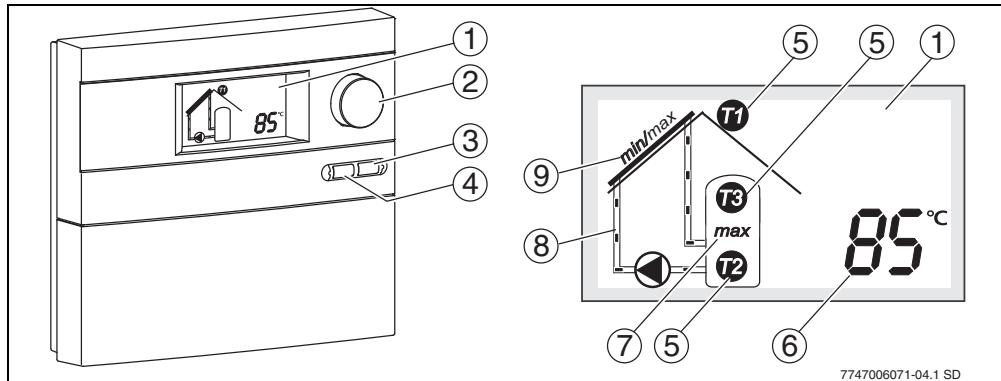

Fig. 10 Regolatore e display
Quando viene superata la differenza di temperatura impostata (necessaria all'avvio) e quindi rilevata dalle due sonde del sistema, il circolatore solare si attiva. Il display visualizza in maniera animata la circolazione nel circuito solare (→ fig. 10, pos. 8).
<p>Funzionamento manuale «on» Funzionamento manuale «on» permette di attivare il circolatore solare per max. 12 ore. Sul display vengono visualizzate alternativamente le indicazioni «on» e il valore selezionato. Il display visualizza in modo animato la circolazione, nel circuito solare, del liquido termovettore (→ fig. 10, pos. 8). Le impostazioni di sicurezza, come ad es. la temperatura massima nel collettore solare, restano attivate. Dopo un tempo massimo di 12 ore il regolatore passa al funzionamento automatico.</p> <p>Funzionamento manuale «off» Il circolatore solare viene disattivato e il liquido termovettore è fermo. Sul display vengono visualizzati alternativamente le indicazioni «off» e il valore selezionato.</p> <p>Funzionamento manuale «Auto» Se viene superato il differenziale di temperatura di avviamento tra le due sonde di temperatura collegate, il circolatore solare si attiva. Il display visualizza in modo animato la circolazione, nel circuito solare, del liquido termovettore (→ fig. 10, pos. 8). Non appena si raggiunge il differenziale di temperatura necessario alla disattivazione, il circolatore solare si arresta.</p>	on/off/Auto [off]